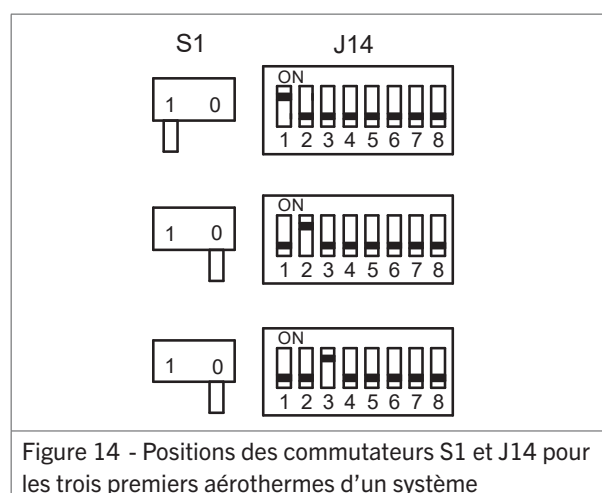

Figure 14 - Positions des commutateurs S1 et J14 pour les trois premiers aérothermes d'un système
1. Positionner comme suit les commutateurs S1 et J14 du module de commande (figure 14) :